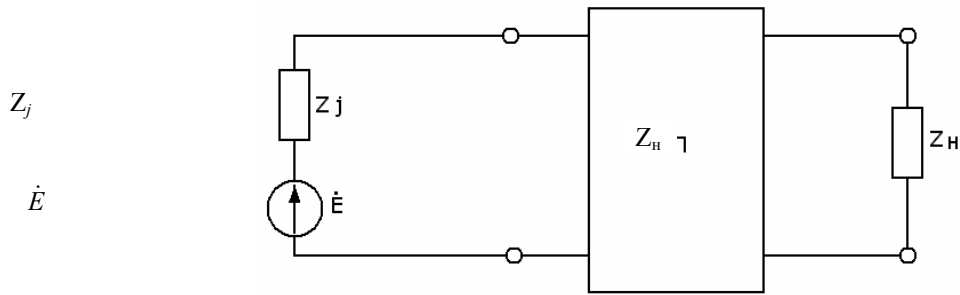

Рис. 5.10
5.11. Для передачи наибольшей мощности от генератора нагрузки применяется согласующий симметричный ЧП, включаемый между генератором и нагрузкой (рис. 5.10). Найти коэффициенты  $A_{11}, A_{12}, A_{21}$  и  $A_{22}$  этого ЧП, рассчитать параметры Т-образной схемы замещения и определить мощность нагрузки при ее подключении непосредственно к генератору и через согласующий ЧП, если  $\dot{E} = 130 \text{ В}$ ,  $Z_H = 25 \text{ Ом}$ ,  $Z_i = 1 \text{ Ом}$ .